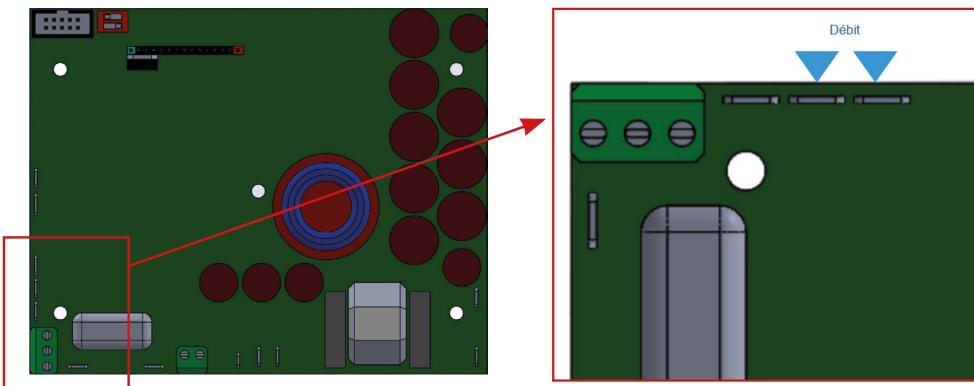

Figure 3
- Connecter le capteur sur la carte comme indiqué sur Figure 3 ci-dessous.